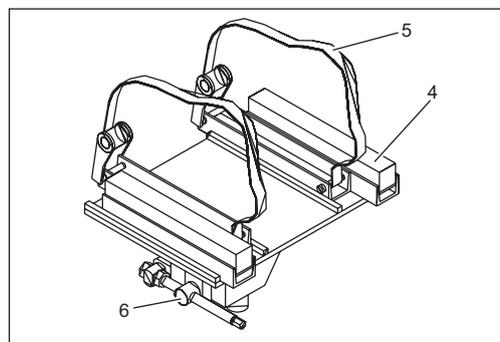

Fig. 7:
- allentare le viti di fissaggio (Fig.7/4) degli elementi a scorrimento